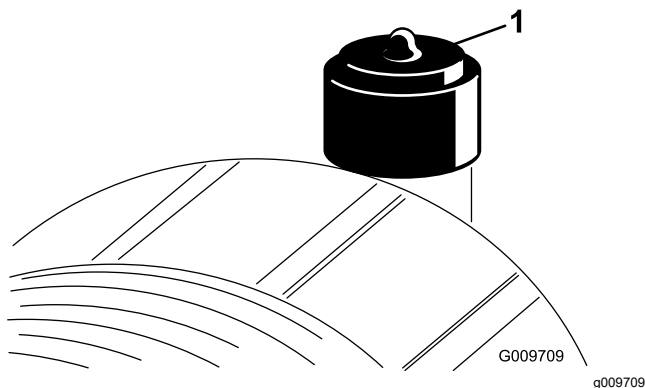

Figure 53
Faites l'entretien du filtre à air uniquement quand l'indicateur de colmatage (Figure 53) indique que cela est nécessaire. Changer le filtre à air prématurément ne fait qu'accroître le risque de contamination du moteur par des impuretés quand le filtre est déposé.
9. Réarmez l'indicateur de colmatage (Figure 53) s'il est rouge.